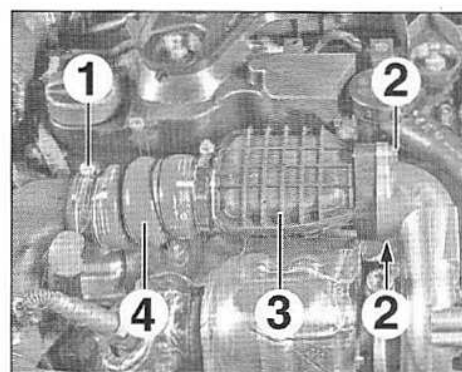

FIG.98
- Desserrer le collier (1) (Fig.98).
- les vis (2),
- l'atténuateur de bruit (3) avec le conduit d'air (4).